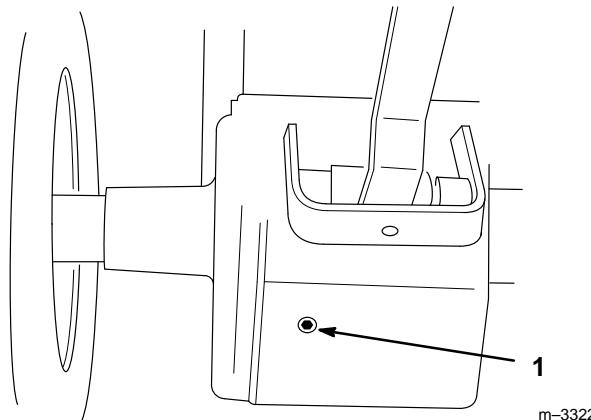

Abbildung 50
4. Eine Schale unter die Ablaßöffnung der Hinterachse stellen. Den Ablaß öffnen, indem die Schraube herausgeschraubt wird (Abb. 50).